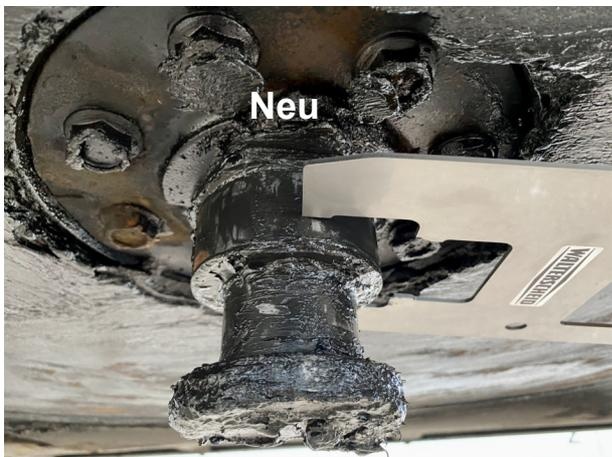

Bild 3
(siehe Bild 3)
- Der Zugsattelzapfen hat die Verschleißgrenze erreicht, wenn er an einer beliebigen Stelle im Bereich des Nenndurchmessers vollständig in die Lehre eintaucht (siehe Bild 3).